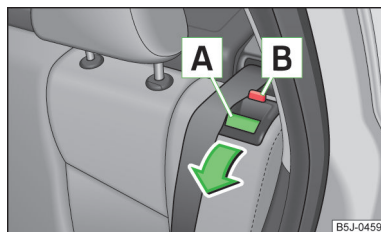

Fig. 40
- Prin apăsarea butonului de siguranță **A** » fig. 40, deblocați spătarul și înclinați-l spre înainte.